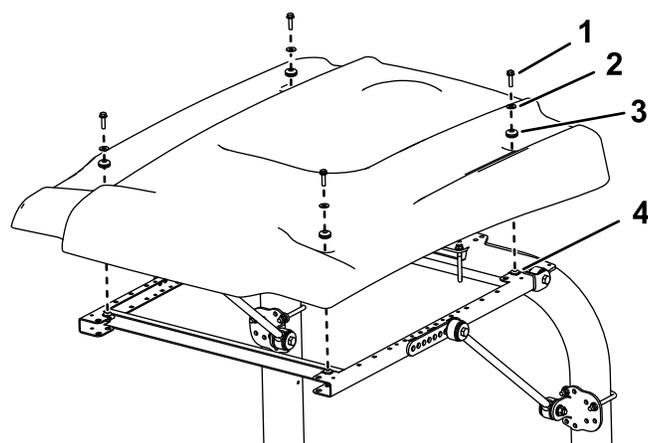

図 32
15. 図 32 に示すようにサンシェードをフレームに載せて、取り付け穴を整列させる。
16. サンシェードの各コーナー部をフレームに仮止めるフランジヘッドボルト $\frac{5}{16}$  x  $1\frac{1}{4}$ " 1本、小さいワッシャ1枚、ハトメ1個を使用する図 32。